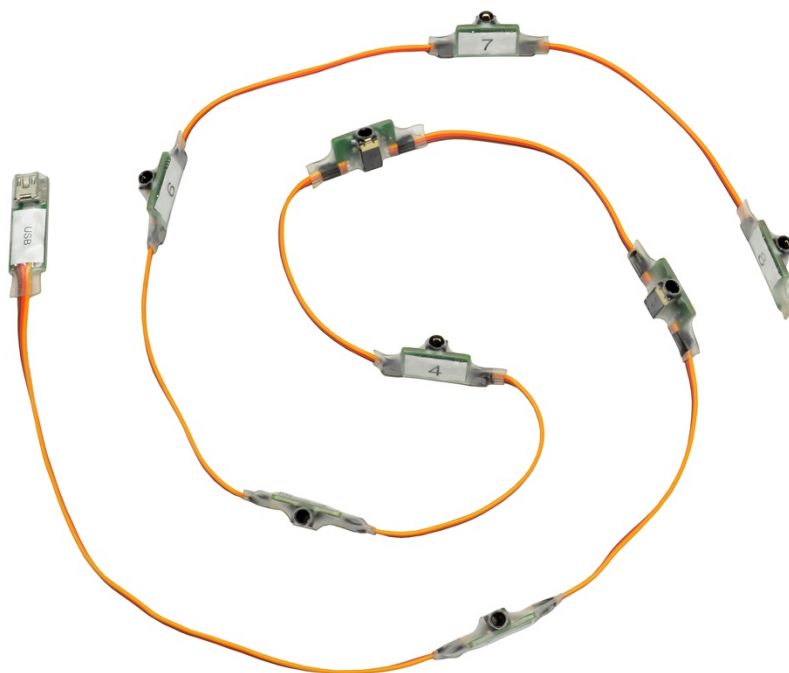

Рисунок 1 – Юстировочный комплекс 8-и канальный для ИВА-6А(Н).
- кабеля с 8 последовательно подключенными устройствами для считывания показаний из зондов ИВА-6А/Н, имеющих индивидуальные сетевые номера (Рисунок 1);